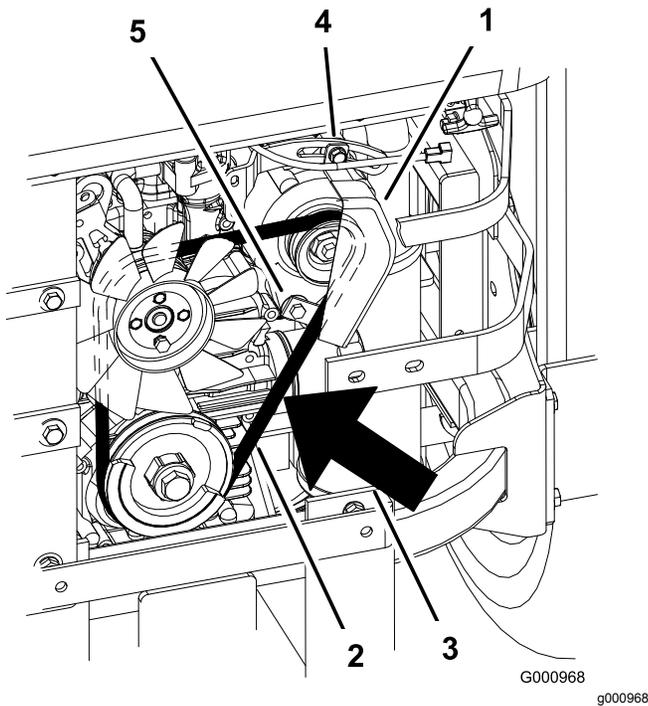

Figura 95
2. Regolate l'alternatore verso l'esterno fino ad ottenere una flessione della cinghia di 7–9 mm tra le pulegge del motore e dell'alternatore con una forza di 10 kgf (Figura 95).
5. Se la flessione è esatta, serrate i bulloni inferiore e superiore (Figura 95).